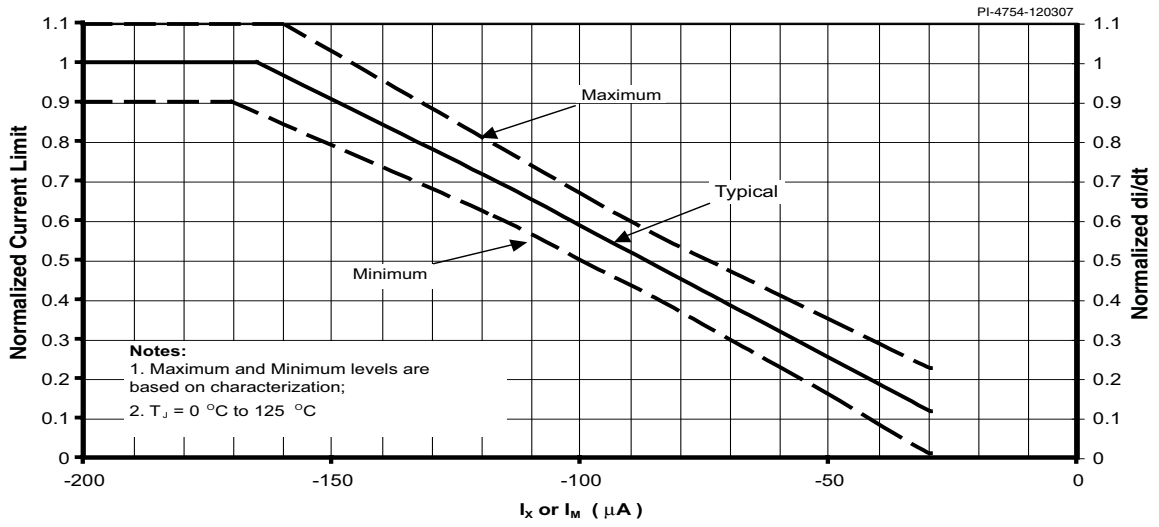

图 55a. 归一化电流限流点随X或M引脚电流的变化
- C. 外部调节限流点时, 请参考典型性能特性一节中的图55a及55b (限流点与外部流限电阻)。所列明的容差仅在工作在最大限流点处有效。